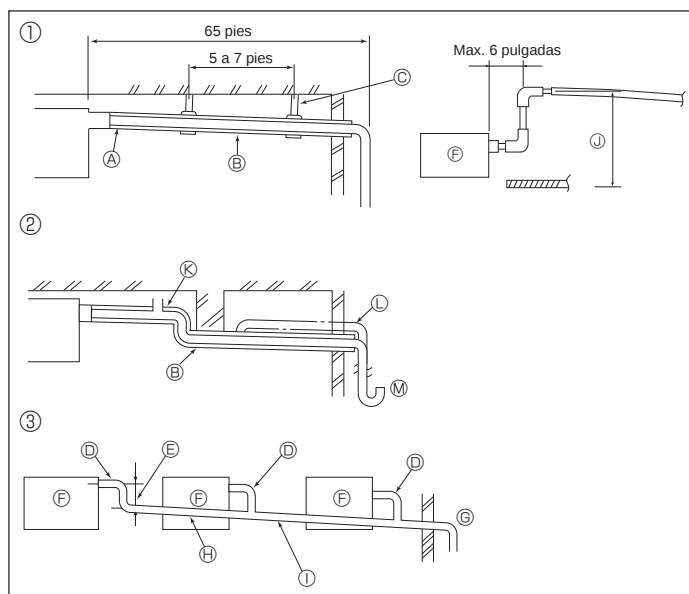

Fig. 3-1
3.1. Tubería de drenaje (Fig. 3-1)
- ① Tubería correcta
- ② Tubería incorrecta
- No coloque un tubo elevado en la tubería. ①
- ③ Agrupación de tuberías